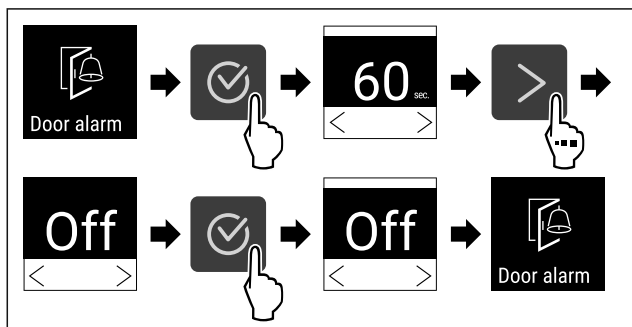

Fig. 118
- ▶ Suorita toimenpidevaiheet (katso Fig. 118) .